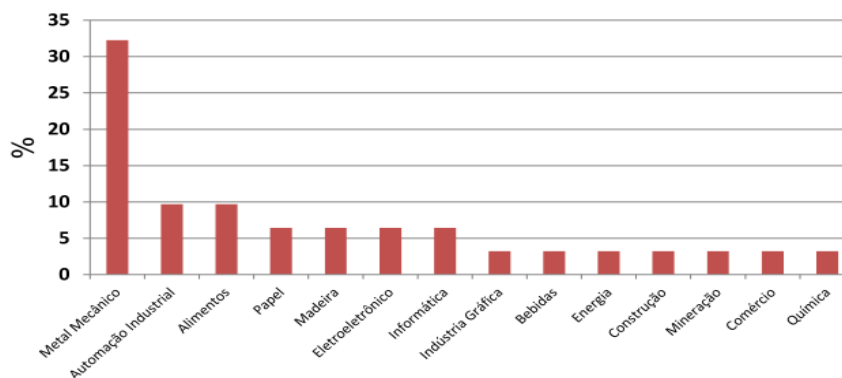

Figura 1 – Ramo de atividades das empresas de Lages e região.
Em 2011, dois professores do campus estiveram em contato com algumas empresas de Lages, Otacílio Costa e Correia Pinto, onde as duas últimas são cidades próximas. A Figura 1 apresenta os ramos de atividades das trinta e uma (31) empresas visitadas.